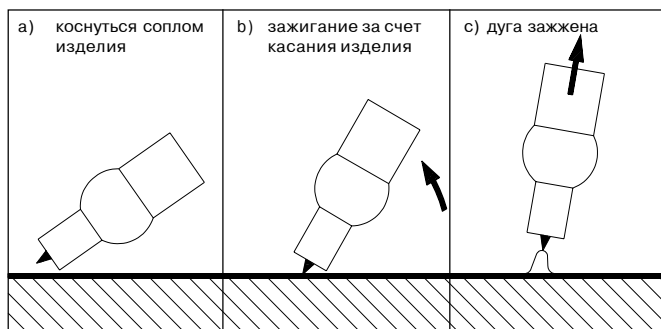

Рис. 8 Положение горелки
- нажать кнопку "выбор режима" ②
**Указание!** Пробная продувка газа пролонгируется максимум 15 секунд, если не прерывается раньше нажатием кнопки "выбор режима" ②.
- кнопкой "выбор режима" ② выбрать один из следующих режимов:
- сварка ТИГ ⑤
- сварка ТИГ импульсной дугой ⑥
- выбрать величину сварочного тока с помощью регулятора ⑦
- установить электрод в место зажигания, наклонить горелку так, чтобы край газового сопла касался изделия и между электродом и изделием оставался зазор 2 - 3мм (см рис. 8а)
- медленно перемещать горелку в вертикальное положение, опираясь на край газового сопла до тех пор, пока конец электрода не коснется детали (см рис. 8б)
- поднимать горелку вверх и поворачивать в нормальное положение - происходит зажигание дуги (см рис. 8с)